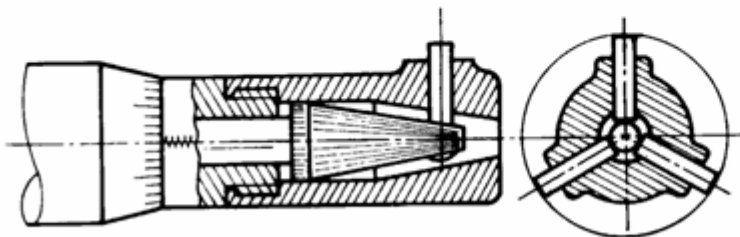

FIG. 7
- Micromètre d'intérieur à trois touches pour la mesure des alésages (fig 7)